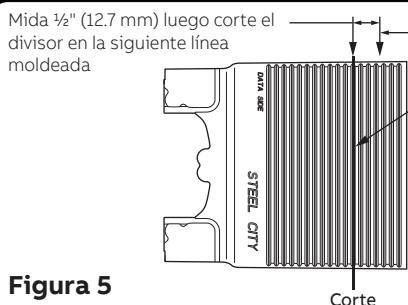
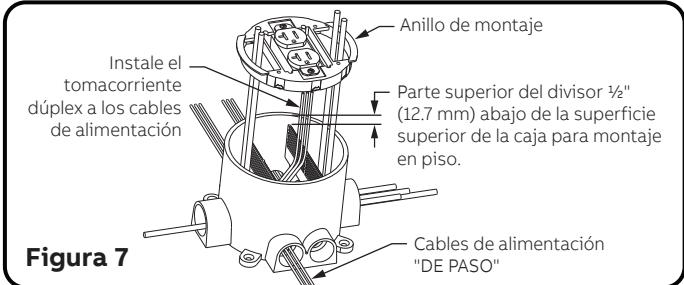

Figura 5
Figura 7
5. Retire las placas divisoras o las extensiones de divisor de la caja para montaje en piso. Haga una segunda marca a $1/2"$ (12.7 mm) más abajo o en la siguiente línea moldeada en los divisores o en las extensiones de divisor. Marque (corte) los divisores o las extensiones de divisor en la segunda marca y retire la parte cortada, vea la Figura 5. NOTA: Al reinsertarlo en la caja para montaje en piso, la parte superior del conjunto divisor debe estar de $1/2"$ a $9/16"$ (12.7 a 14.28 mm) de la parte superior de la caja para montaje en piso 68P, consulte la Figura 7.
7. Verifique que el conjunto del divisor esté alineado con la dirección del conduit. El ensamblaje divisor se puede girar algunos grados en cualquier dirección para alinearlo con las aberturas de los conductos. Alinee las paredes verticales del anillo de montaje con las paredes verticales divisoras y empuje (instale) el anillo de montaje en la parte superior de la caja para montaje en piso (consulte la Figura 7).